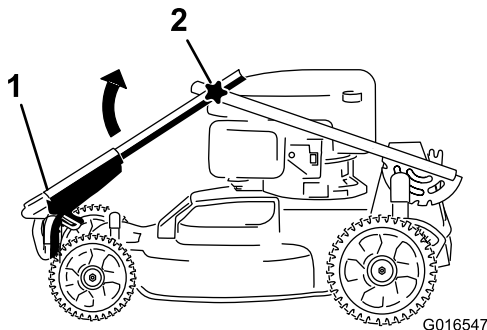
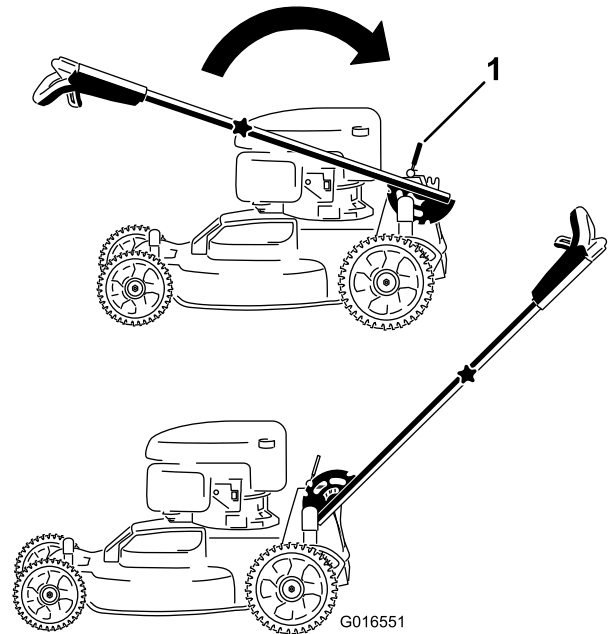

Figura 3
Figura 4
1. Rode a pega superior para que fique junto à pega inferior (Figura 3); aperte os manípulos na pega para bloquear a pega superior (Figura 4).
2. Liberte a alavanca de bloqueio da pega (Figura 4).
3. Puxe a pega para trás e bloqueie em posição (Figura 4).